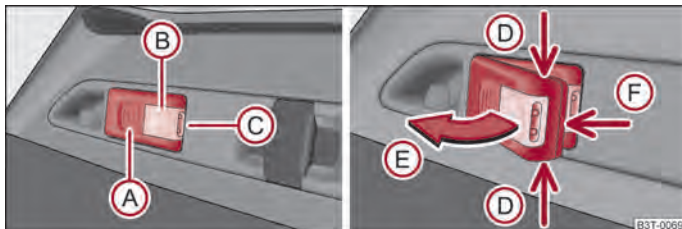

Fig. 46 Luz desmontable
- Iluminación del maletero - ilumina la parte (B) ⇒ fig. 46 (la luz está en el soporte),
- Luz portable - ilumina la parte (C) (la luz se puede desmontar del soporte).
- Coja la luz por los puntos de la flecha (D) ⇒ fig. 46 y retírela en la dirección de la flecha (E).
- Si no apaga la luz y la coloca correctamente en el soporte, las lámparas en la parte delantera (C) ⇒ fig. 46 de la luz se apagan automáticamente.
- Retire la tapa del acumulador con un objeto estrecho, puntiagudo a partir de la posición del clip inmovilizador (F) ⇒ fig. 46.